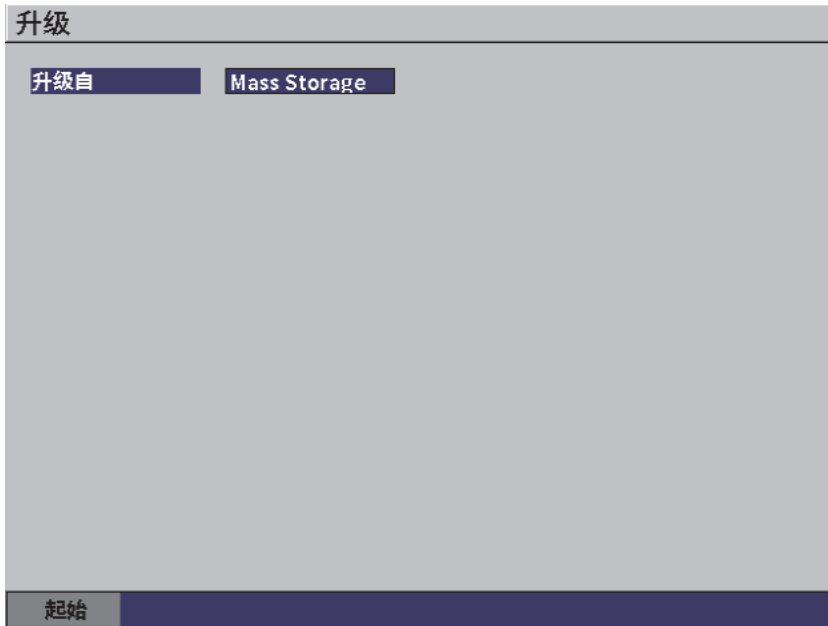

图 5-14 升级设置页
1. 选择**升级**图标 ()，打开**升级**设置页（参见第 73 页的图 5-14）。